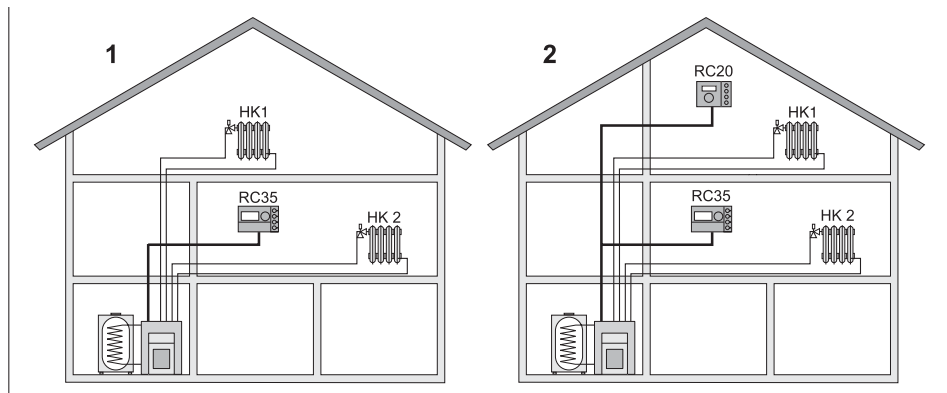

Рис. 2 Возможности отопительной установки с двумя отопительными контурами
- В качестве единственного пульта управления в отопительной установке с двумя и более отопительными контурами¹ (рисунок 2, 1).
- В сочетании с дистанционным управлением (напр., RC20/RC20RF, рис. 2, 2).